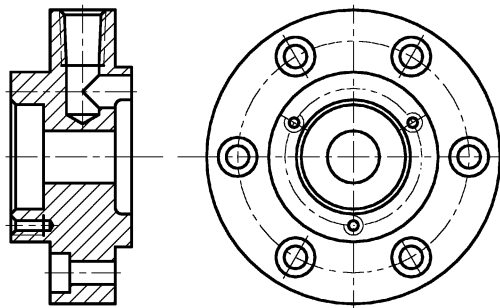

图 11-30 视图对位
Step 22 对位左视图：开启“对象捕捉”模式。调用“移动”命令，移动左视图与主视图“高平齐”。视图对位如图 11-30 所示。